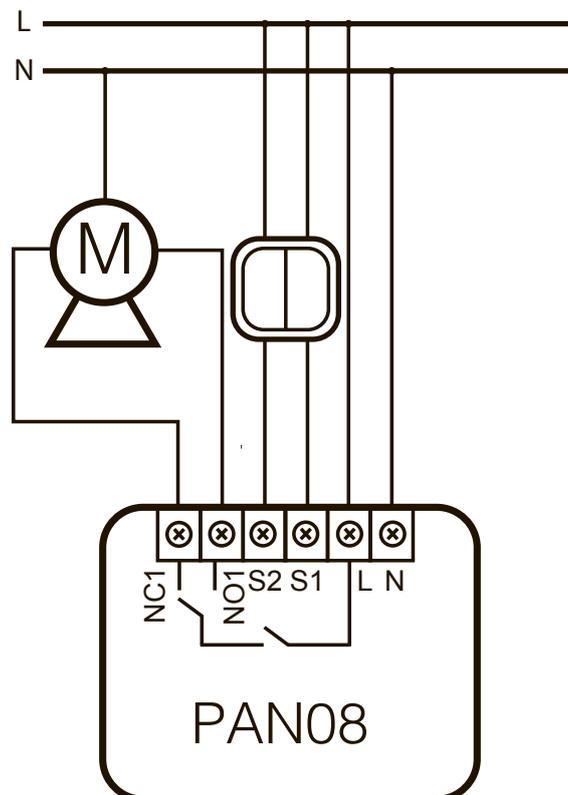

Рис. 1. Схема монтажа
2. Подключите к PAN08 клавиши и мотор, как показано на рис.1. Может быть установлена 1 или 2 моностабильные клавиши звонкового типа (настраивается с помощью конфигурационного параметра № 5).